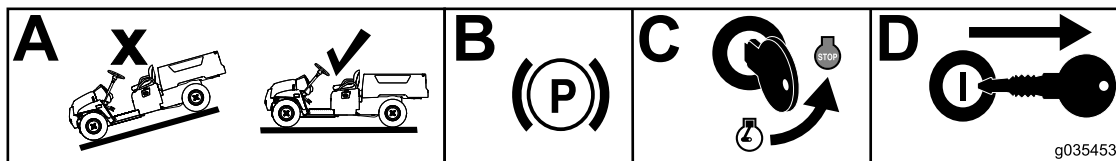

Рисунок 1
1. Установите автомобиль на ровную поверхность (вид А на Рисунок 1).
2. Включите стояночный тормоз (вид В на Рисунок 1).
3. Выключите двигатель (вид С на Рисунок 1).
4. Извлеките ключ из замка зажигания (вид D на Рисунок 1).